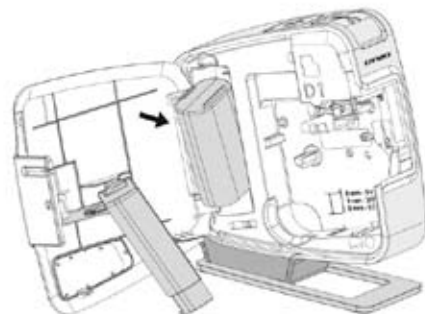

Figure 3
- 2 Retirez le couvercle du compartiment à piles. Voir Figure 3.